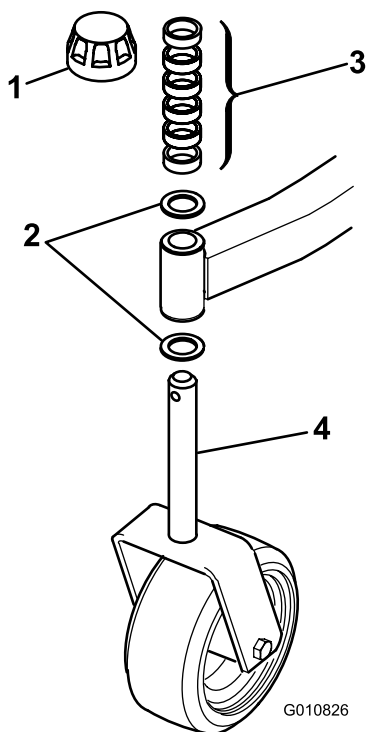
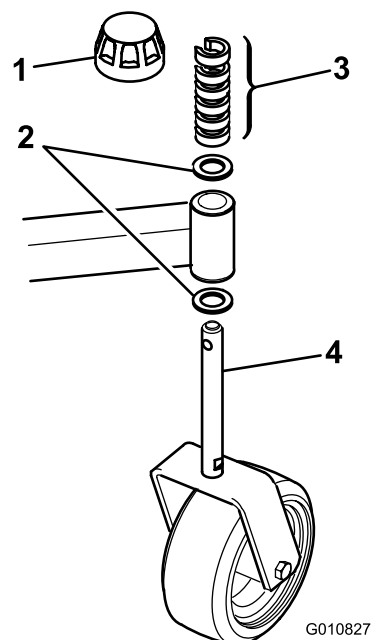

Figura 3
Figura 4
1. Retire los casquillos tensores de los ejes y retire los espaciadores y las arandelas de empuje (Figura 3 y Figura 4).